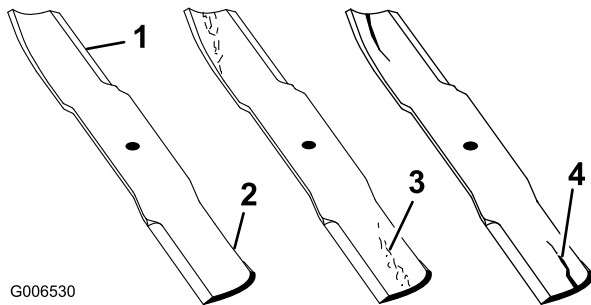

Figure 28
2. Examinez attentivement les tranchants de la lame, particulièrement au point de rencontre des parties plane et relevée (Figure 28). Le sable et les matières abrasives peuvent éroder le métal à cet endroit, c'est pourquoi il est important de contrôler l'état de la lame avant d'utiliser la machine. Remplacez la lame si elle est usée (Figure 28) (voir Dépose de la lame).
Si la lame est trop usée, une entaille se forme entre la partie relevée et la partie plane (Figure 28). La lame peut alors se briser et un morceau être projeté du dessous de la machine, vous blessant gravement ou une personne à proximité.